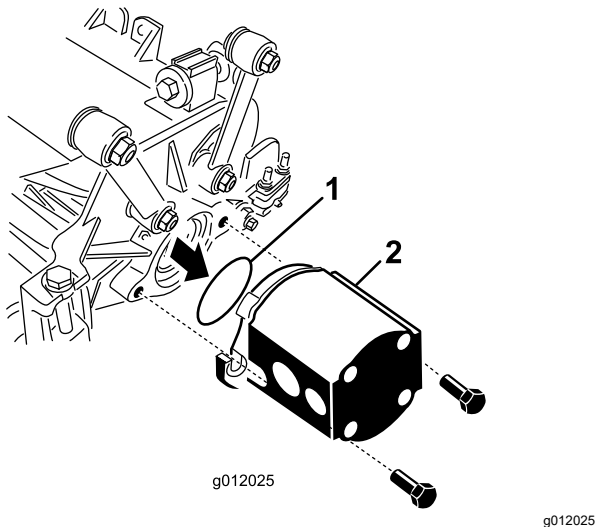

Bild 23
5. Setzen Sie den O-Ring (mit dem Mähwerk geliefert) am Flansch des Antriebmotors ein (Bild 23).
6. Montieren Sie den Motor am Antriebsende des Mähwerks und befestigen Sie ihn mit den zwei Kopfschrauben, die dem Mähwerk beiliegen (Bild 23).